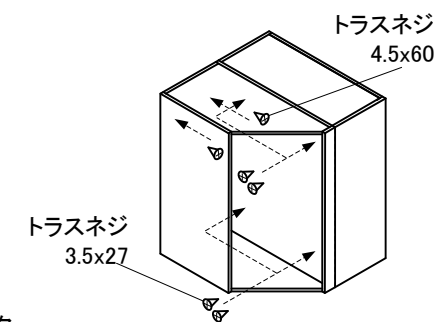

図8: 扉側キャビネットの壁面取付
⑧扉側キャビネットの壁面取付
③で加工した壁面取付用下穴より、付属ネジ(トラスネジ4.5x60)で壁面に取り付けてください。(図8)
⑨扉側、昇降側キャビネットの連結
①でははずしたネジ(トラスネジ3.5x27)で扉側キャビネットと昇降側キャビネットを連結してください。(図8)